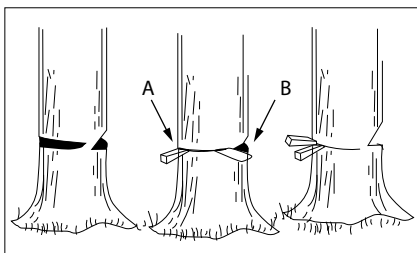

Fig. 16
Usare cunei di legno o di plastica (A) per evitare che la barra o la catena (B) si incastrino nel taglio. I cunei controllano anche l'abbattimento (fig. 16).